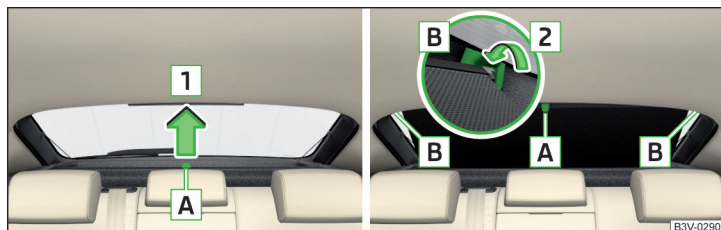

Fig. 79 Cortinilla antisolar enrollable
- ▶ Para **tapar**, sacar la cortinilla en el mango **A** en el sentido de la flecha **1** y colgarla en el soporte magnético **B** en el sentido de la flecha **2** » fig. 79.
- ▶ Para **enrollar**, agarrar la cortinilla en el mango **A** y retirarla del soporte **B** contra el sentido de la flecha **2** » fig. 79. Sostener la cortinilla de la manera que puede enrollarse lentamente y sin daño.